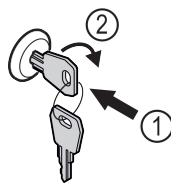

Fig. 206
► Insérer la clé. Fig. 206 (1)
► Tourner la clé à 90° dans le sens horaire. Fig. 206 (2)